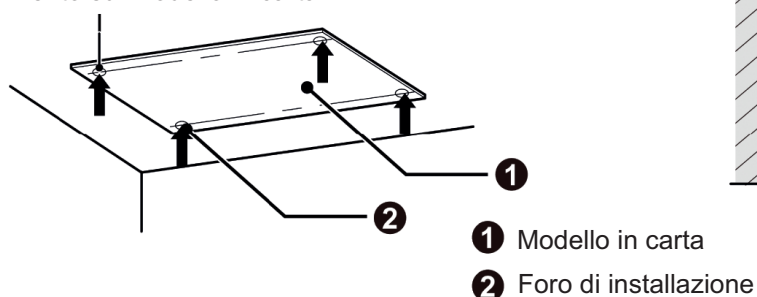

Fig. 4.1.3
- (1) Tagliare il modello di installazione in carta in base alla posizione dei ganci dell'Unità. Posizionare il modello in carta sull'area di installazione, come mostrato in Fig. 4.1.3. Eseguire 4 fori sui punti indicati sul modello in carta. Il diametro del foro deve essere conforme al diametro del tassello di espansione, con una profondità di 60-70mm, come mostrato in Fig. 4.1.4.